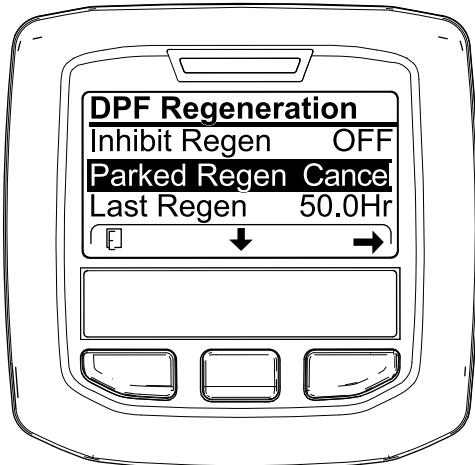
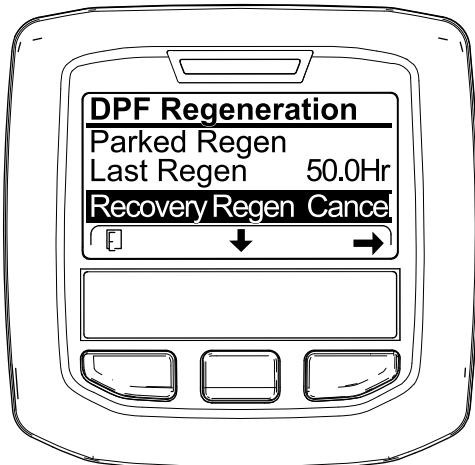

Bild 98
Bild 99
1. Zugreifen auf das Menü für die Regenerierung des Dieselpartikelfilters (Bild 98)
2. Drücken Sie die mittlere Taste, um auf die Option PARKED REGEN. CANCEL (Bild 98) oder RECOVERY REGEN. CANCEL zu navigieren (Bild 99).
3. Drücken Sie die rechte Taste, um den Eintrag „Regen. Cancel“ auszuwählen (Bild 98 oder Bild 99).